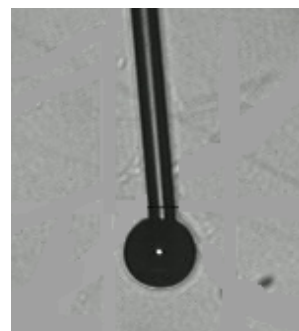
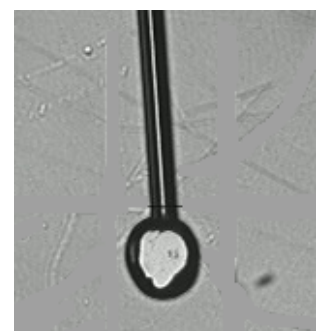

図3 試験前
図4 試験後
- 測長キットにより、試料番号 No.1 の圧縮試験前と試験後の Au ボールを上方から見た画像を図3と図4に示します。試験後におけるボールの扁平状況を観察することができます。